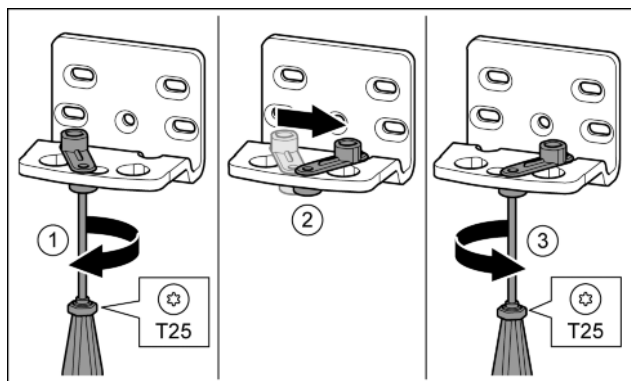

Fig. 17
- ▶ Odvijačem T25 labavo zavijte vijak. *Fig. 17 (1)*
- ▶ Podignite pomagalo za zatvaranje vrata i okrenite ga za 90° udesno u provrt. *Fig. 17 (2)*
- ▶ Odvijačem T25 čvrsto pritegnite vijak. *Fig. 17 (3)*